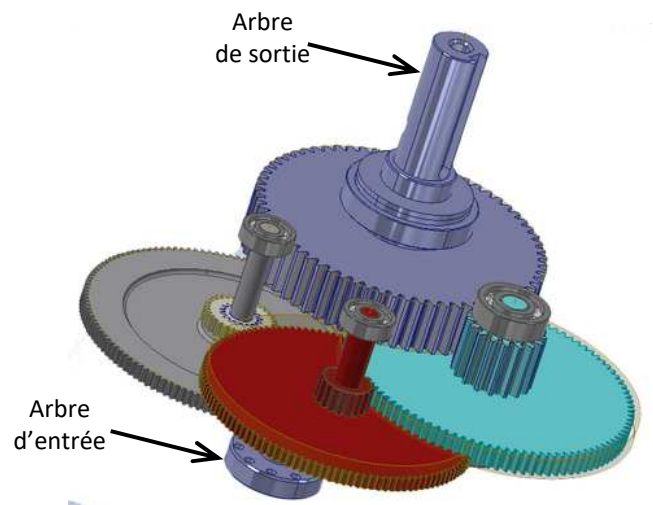

Fig.6 : train d'engrenage du réducteur FDA
- ☞ **Ouvrir** le réducteur seul et cacher le carter pour être dans la situation de la fig.6.